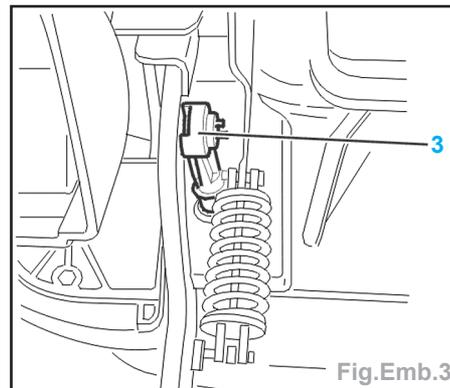

Fig.Emb.3
- Déposer la tige de poussée (3) (Fig.Emb.3).